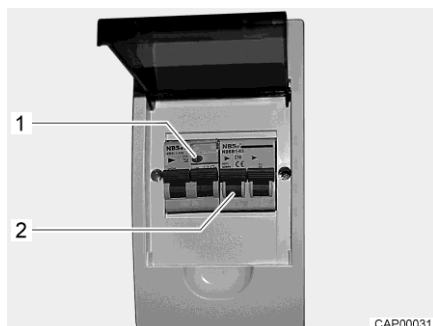

Bild 51 230 V-säkringslåda med ledningsskyddsbrytare och FI-brytare
En jordfelsbrytare (FI-brytare) i säkringslådan skyddar hela fordonet mot läckström (0,03 A). Den efterkopplade ledningsskyddsbrytaren (10 A) (Bild 51,2) säkrar 230 V-nätet.
- När fordonet är anslutet till 230 V-försörjningen: Tryck på kontrollknappen (Bild 51,1). Jordfelsbrytaren måste lösa ut.